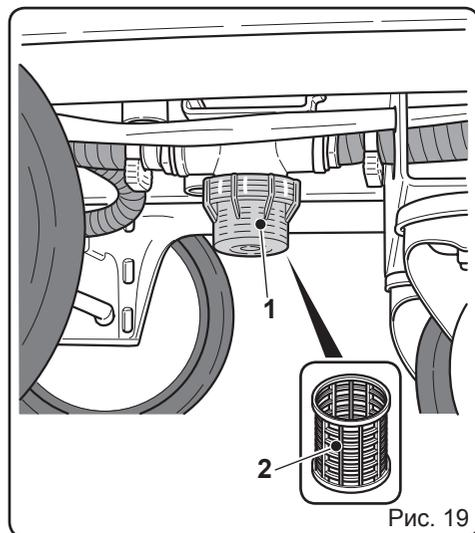

Рис. 19
10.1.d - Очистка фильтра чистой воды (Рис. 19)
- Отвинтите прозрачную крышку (1) фильтра и снимите фильтр (2).
- Очистите фильтр (2) под струей воды.